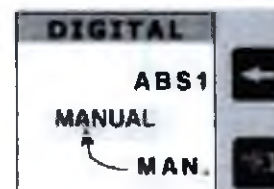

Рисунок 35
1. В меню «Скопия» выберите режим скопии MANUAL (Рис. 35).